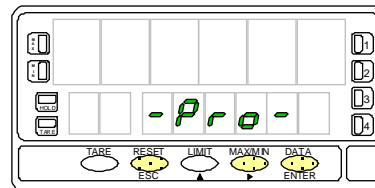

Fig. 13.1. Accès au mode programmation
2. Par **ENTER** accéder au mode programmation (indication "-Pro-" sur affichage secondaire selon fig. 13.1).